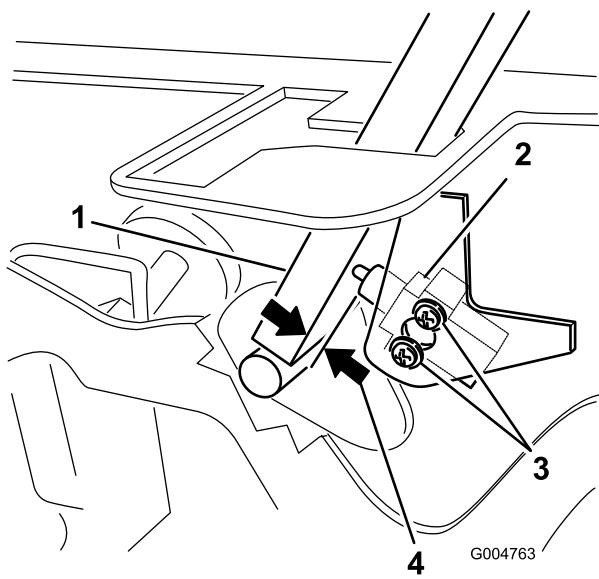

図 61
- インタロック・スイッチを固定しているネジ2本を取り外す(図 61)。
バーとスイッチのボディーとの距離が0.4~1 mmになるように調整する(図 61)。